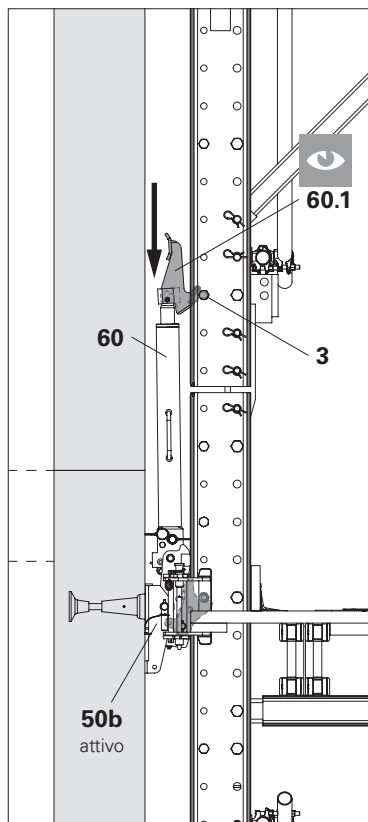

Fig. D7.10
(Fig. D7.10)
1. Interrompere la procedura di ripresa e posizionare l'unità di ripresa sui dispositivi di sospensione centrali (50b, vedere Fig. D7.10) in modo tale che l'intero peso dell'unità sia sostenuto.